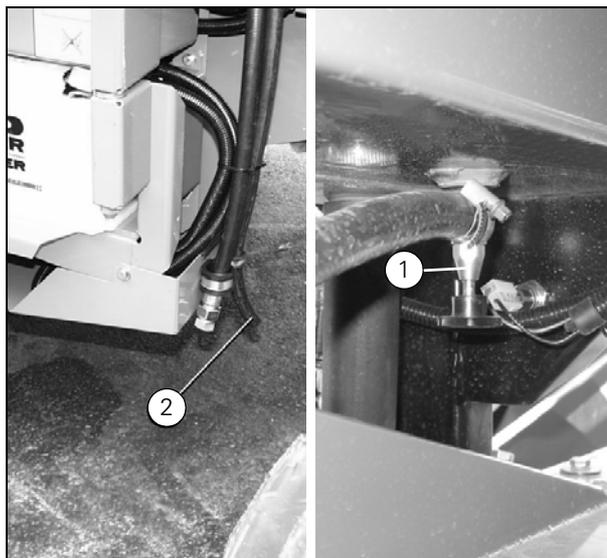
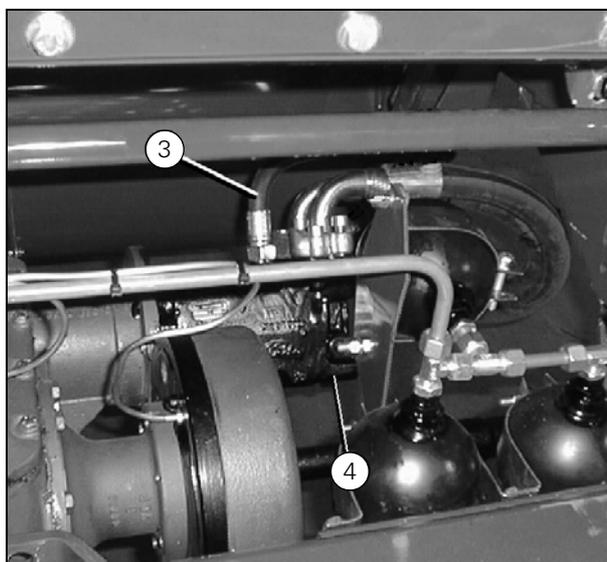

Рисунок 4
Рисунок 5
(Рис. 4) и (Рис. 5)
3. Отверните пробку (4) и подождите пока корпус муфты не заполнится маслом. Заверните пробку (4) вновь и долейте в бак масло до максимальной отметки.
8. Запустите двигатель и установите на нем самые малые обороты на 10 минут. Выпустить воздух из гидравлического двигателя, используя пробку (4), (Рис. 5).
5а Ослабить винт (4), (Рис. 5), и слить около двух литров масла.